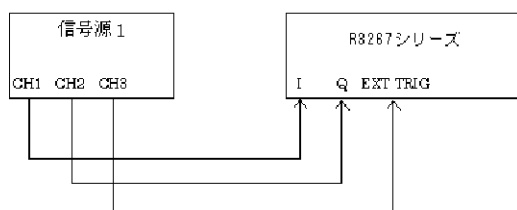

図 6-12 IQ 入力 QPSK 測定接続図
1. R3267 シリーズと信号源を図 6-12 のように接続します。